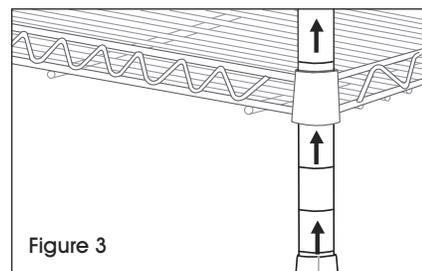

Figure 3
2. Slide post through underside of shelf until shelf slides firmly over supports. (See Figure 3)
2. Faites glisser le montant à travers le dessous de la tablette jusqu'à ce que la tablette se fixe fermement en place sur les supports. (Voir Figure 3)